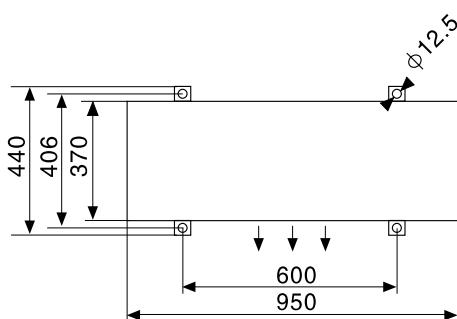
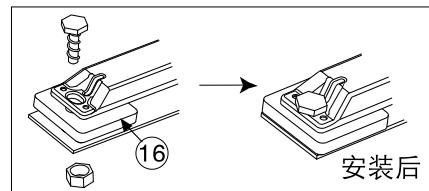

图1底脚螺栓位置
图4
安装时，在室外机的两个底脚和室外机支撑架之间需安装四块底脚橡胶（前后各2块）。安装底脚橡胶可以减少压缩机工作时所产生的震动，起到减震的效果。如图4所示：
- (3) 用底脚螺栓固定机器，底脚螺栓位置如图1所示。
参照P16页图1，及P17页图4，用螺栓将室外机固定在安装架上。